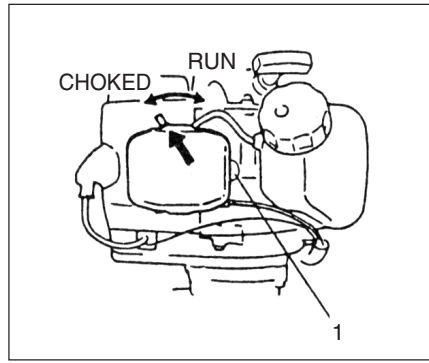

Fig.2-3
*Push priming bulb (1) several times so that fuel flows through the bulb or return pipe. (If so equipped) (Fig. 2-3)
3. Set choke lever to (CHOKED) position. (Fig. 2-3)
5. Once the engine is running, move the choke to the run position. (Fig. 2-3)
*Premere ripetutamente il bulbo (1) della pompa di pescaggio per far affluire la miscela al carburatore attraverso il bulbo o il tubo di ritorno (se la macchina ne è fornita). (Fig. 2-3)
3. Spostate la leva dello starter in posizione di chiusura (CHOKED). (Fig. 2-3)
5. Una volta avviato il motore, spostare la leva dello starter, presente sul filtro aria, nella posizione "RUN". (Fig. 2-3)
*Presione varias veces el bulbo de cebador (1), de manera que el combustible fluya a través del bulbo o de la tubería de retorno (Si lo tiene equipado). (Fig. 2-3)
3. Póngase la palanquita reguladora en la posición tapada (CHOKED). (Fig. 2-3)
5. Al ponerse en marcha el motor, hágase girar el regulador de aire a la posición de funcionamiento. (Fig. 2-3)
*Presser la poire de la pompe d'amorçage (1) à plusieurs reprises pour que le carburant puisse s'écouler de la poire ou le tuyau de retour. (Si la machine en est munie.) (Fig. 2-3)
3. Régler la manette de starter sur la position fermée (CHOKED). (Fig. 2-3)
5. Une fois que le moteur est en marche, remettre la manette de starter sur la position de marche (RUN). (Fig. 2-3)
*Die Ansaugpumpe (1) mehrmals betätigen, damit Kraftstoff durch die Pumpe oder das Rücklaufrohr fließt. (falls vorhanden) (Fig. 2-3)
3. Den Vergaserluftfrichterhebel auf die geschlossene Stellung (CHOKED) einstellen. (Fig. 2-3)
5. Sobald der Motor läuft, den Choke auf die Betriebsposition drehen. (Fig. 2-3)
*Pumpa på handpumpens blåsa (1) tills bränslet strömmar in i blåsan eller returledningen (om sådana finns). (Fig. 2-3)
3. Skjut chokreglaget till stängt läge (CHOKED). (Fig. 2-3)
5. När motorn startar föres choken gradvis åt höger (öppet). (Fig. 2-3)